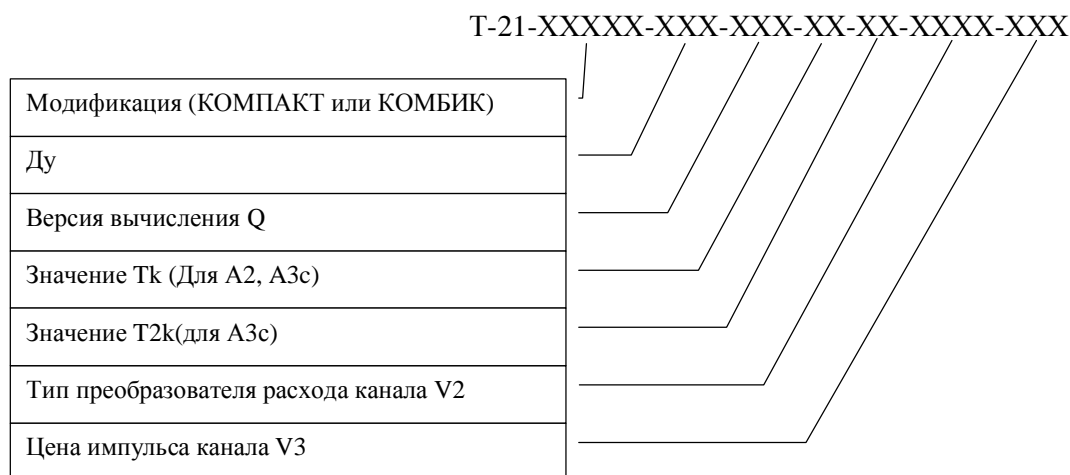

рис. 1.2
1.9 Для записи Т-21 в технической документации и при заказе введено его условное обозначение в соответствии с рис. 1.2